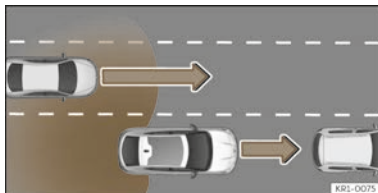

Abb. 154 Überholen mit Verkehr im hinteren Bereich.
- Bei einer Überholung durch ein anderes Fahrzeug >>> (**Abb. 154**).